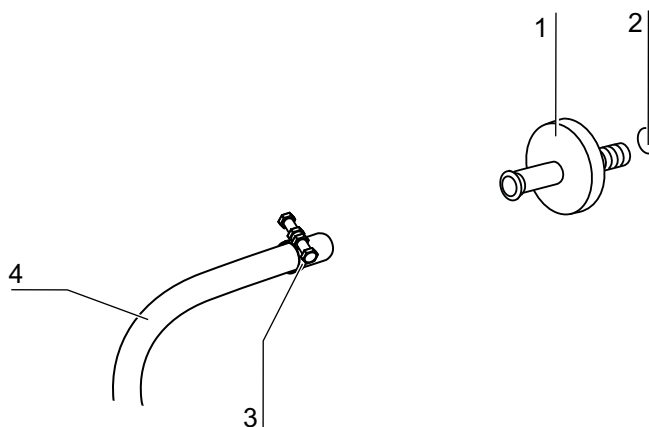

図 9-9. ガスインテークフィルタの取付
2. ホースクランプを外します (図 9-9、4)。
3. ガスホース (図 9-9、5) をガスインテークフィルタのコネクタから外します。
4. 固定プレートを外します (図 9-9、1)。
5. ガスインテークフィルタ (図 9-9、2) をネジ式ソケット (図 9-9、3) から外します。
2. 固定プレートを外します (図 9-9、1)。
3. ガスインテークフィルタ (図 9-9、2) をネジ式ソケット (図 9-9、3) から外します。